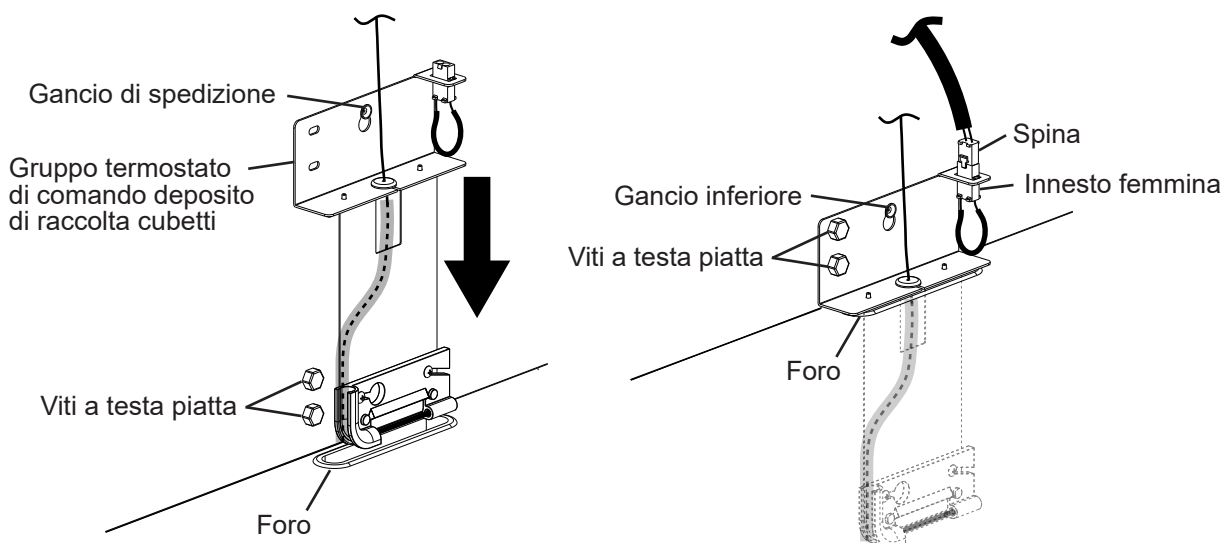

Fig. 3
- 7) Installare il gruppo termostato comando deposito di raccolta cubetti come segue. Vedere Fig. 3.